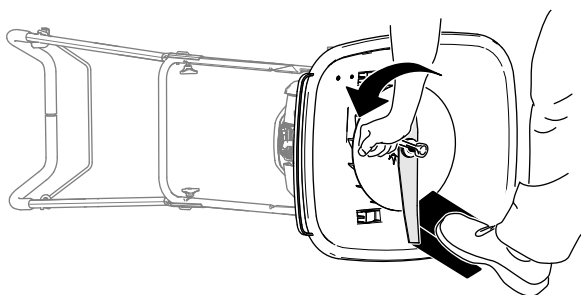

Figura 43
4. Utilize um bloco de madeira para manter a lâmina segura (Figura 43).